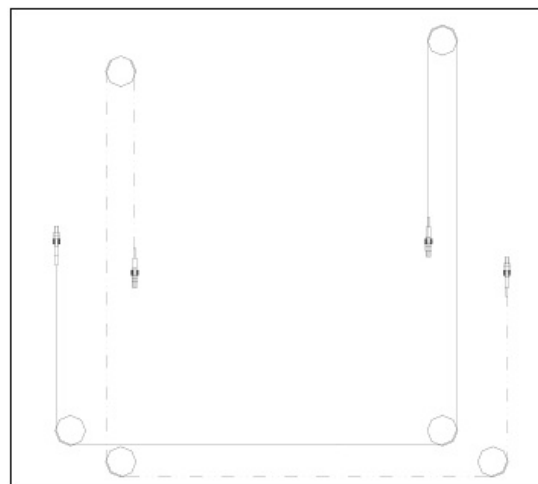

Рис. 30
- Установите балансировочные тросы в соответствии с рис. 30. Трос можно протянуть через отверстия на пластине перед фиксированием обеих стоек.